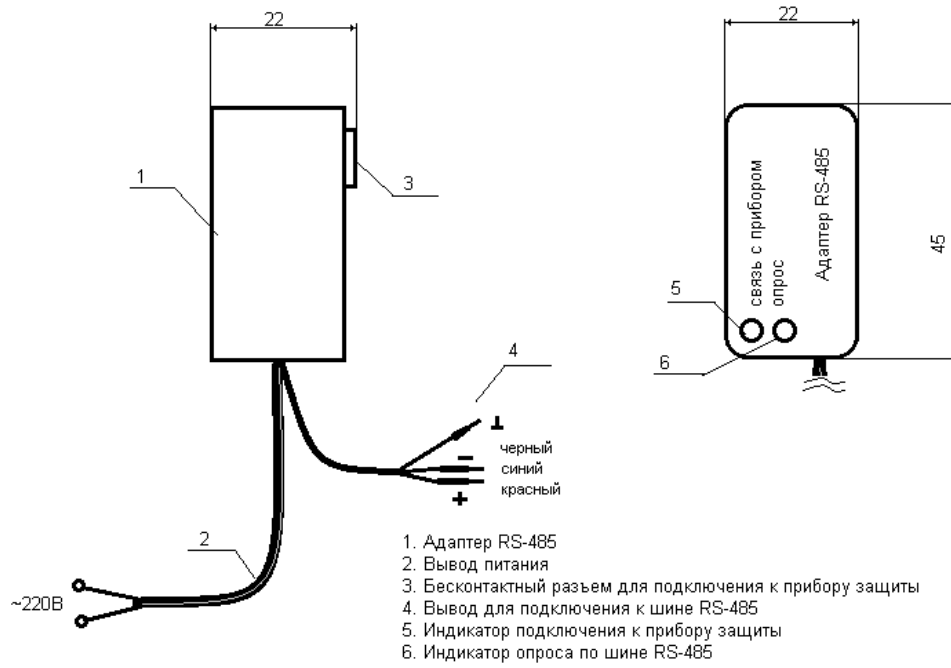

Рисунок 3 – общий вид адаптера RS-485
4.2 Для подключения к прибору защиты адаптер оснащен бесконтактным интерфейсом (рис.3). Данное решение обеспечивает простоту подключения и электробезопасность при эксплуатации.
4.3 Подключение к шине RS-485 осуществляется с помощью маркированных выводов (рис.3).
4.4 Индикация связи с прибором осуществляется индикатором “связь с прибором” (рис.3). При подключении к прибору защиты индикатор загорается непрерывно.